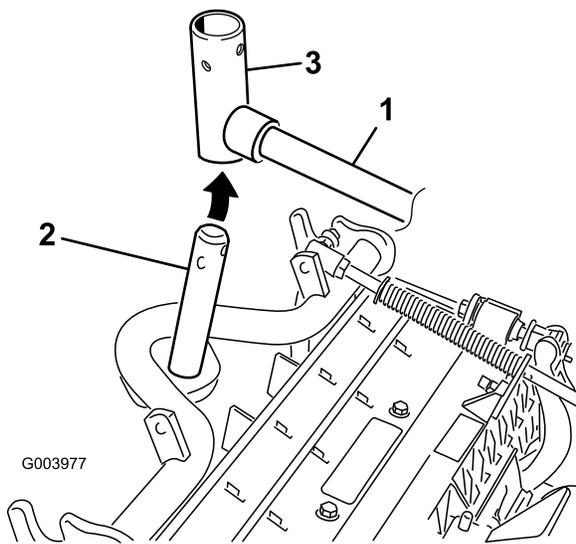

Figura 8
8. Nas unidades de corte dianteiras, faça deslizar uma unidade de corte sob o braço de elevação enquanto insere o veio da estrutura de suporte para cima para dentro da forquilha de articulação do braço de elevação (Figura 8).
- B. Insira a forquilha do braço de elevação no veio da estrutura de suporte (Figura 8).